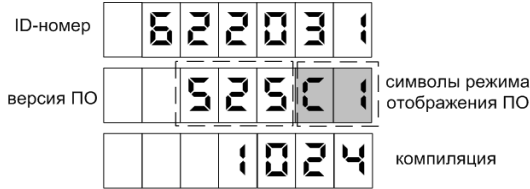

Рисунок 7
8.1 Для приведения устройства в рабочее состояние достаточно подать на него электропитание. После включения на табло отображается информация о версии ПО устройства (рисунок 7). Спустя 10 секунд показания на табло последовательно меняются на информацию о последнем наливе (стоимость, объем, цена за единицу топлива).